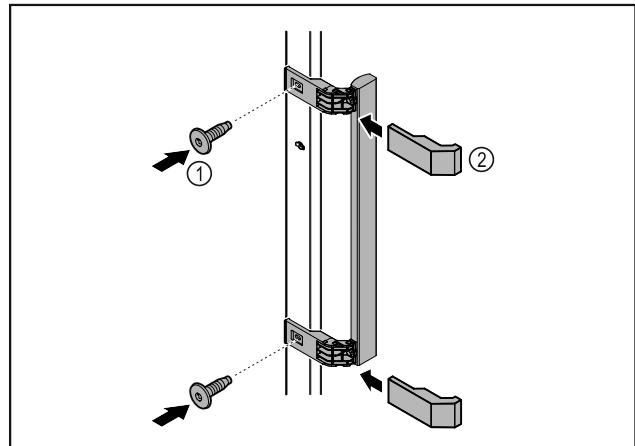

Fig. 57
- Griff aus dem Beipack mit den beiliegenden Schrauben Fig. 57 (1) an der Tür anbringen.
- Abdeckung Fig. 57 (2) aufsetzen.